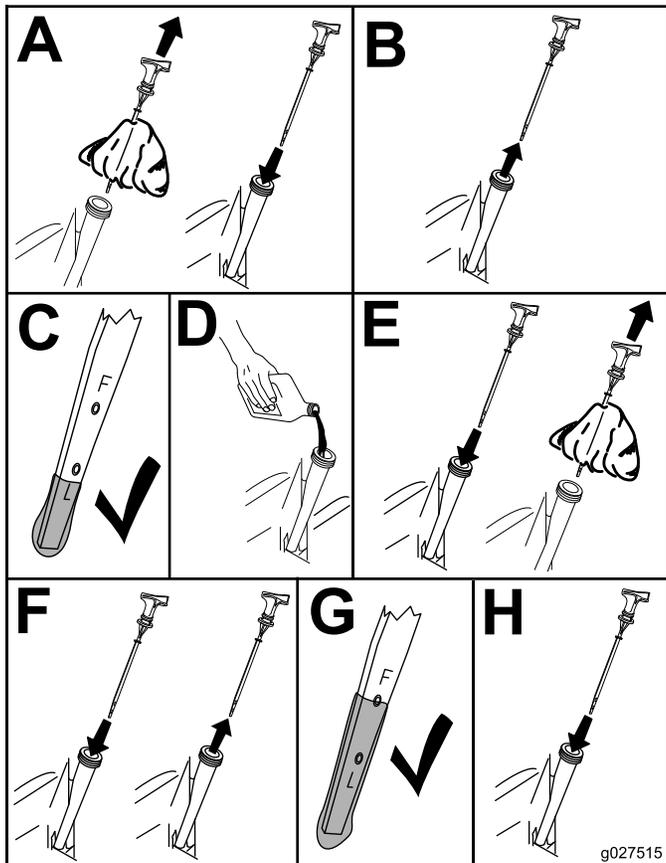

Figure 37
3. Contrôlez le niveau d'huile moteur (Figure 37).